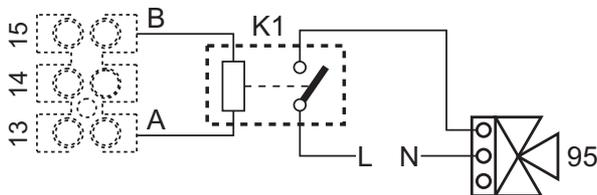
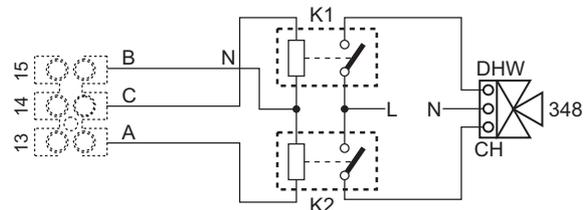
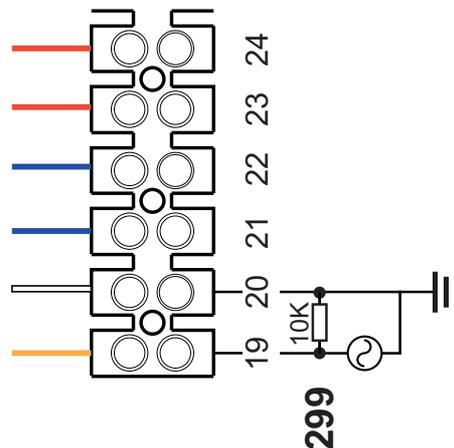
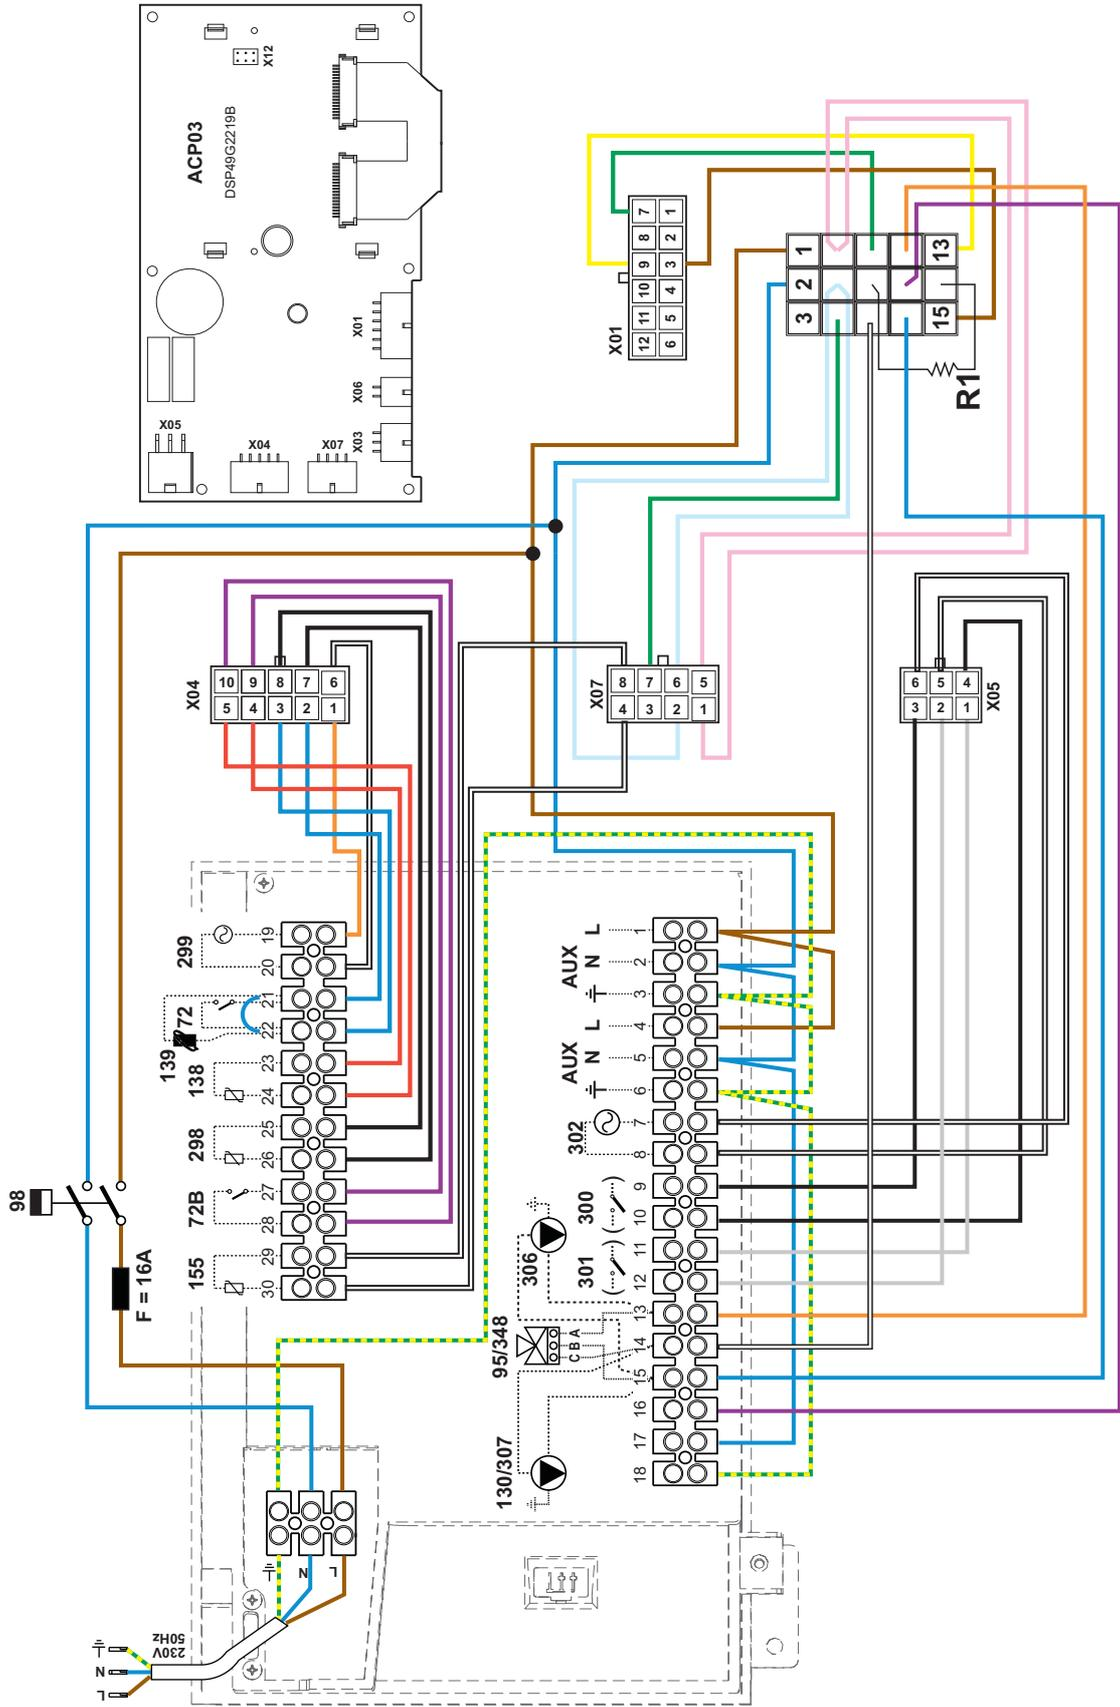

fig. 124 - Collegamento della valvola a 3 vie con 2 fili
fig. 125 - Collegamento della valvola a 3 vie con 3 fili
fig. 126 -
fig. 127 - Schema elettrico Display
**ATTENZIONE:** per il collegamento della valvola 3-vie (morsetti 13 - 14 - 15), fare riferimento agli schemi di fig. 124 e fig. 125.
**ATTENZIONE:** Nel caso di instabilità di lettura del segnale 0-10V, da parte della centralina elettronica, si suggerisce di collegare il riferimento del segnale a terra, e inserire in parallelo una resistenza da 10K, come da fig. 126.
**ATTENZIONE:** I morsetti 16 e 17 (vedi fig. 127) non devono essere utilizzati.
**Legenda figure fig. 124, fig. 125, fig. 126 e fig. 127**